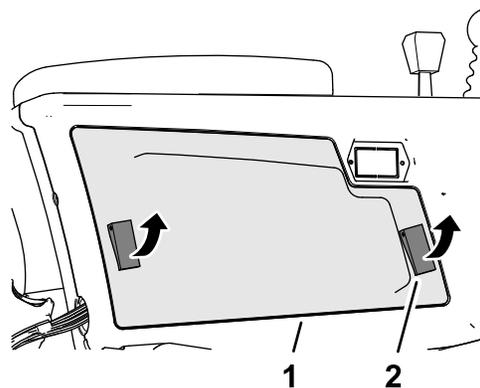

Figura 98
2. Abra os dois trincos que fixam a cobertura do braço de controlo ao braço de controlo e remova a cobertura (Figura 98).